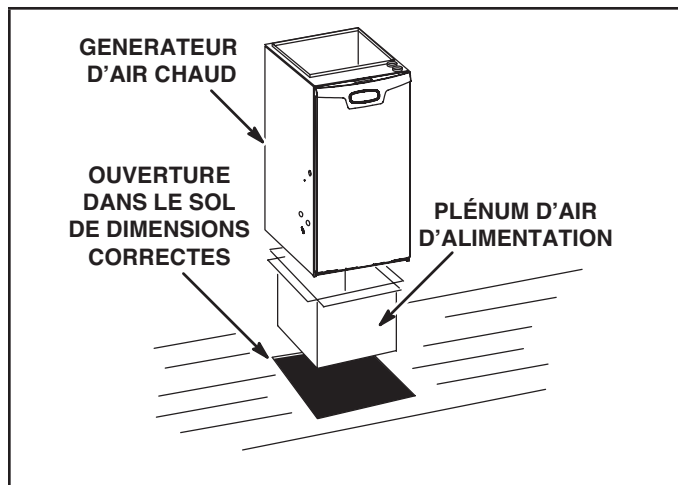

Figure 14
**Installation sur un sol non-combustible Figure 14**